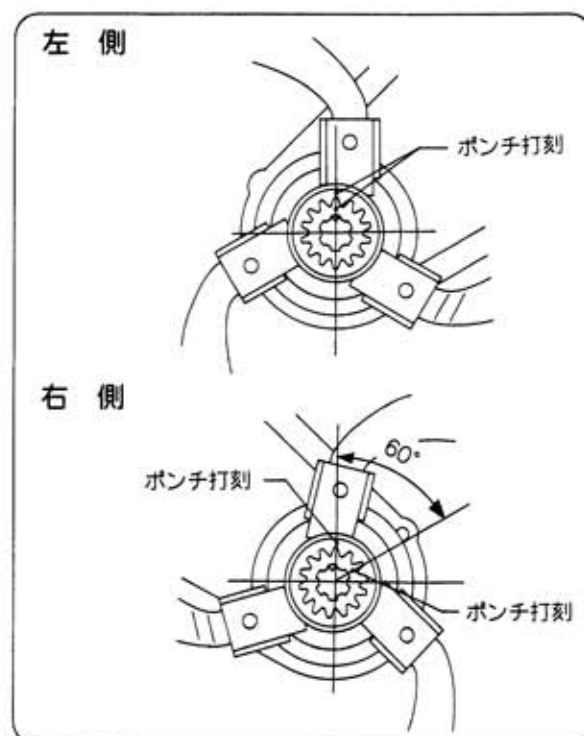

図39
❶ クロス刃受の組付は図39を参照にして組付けしてください。